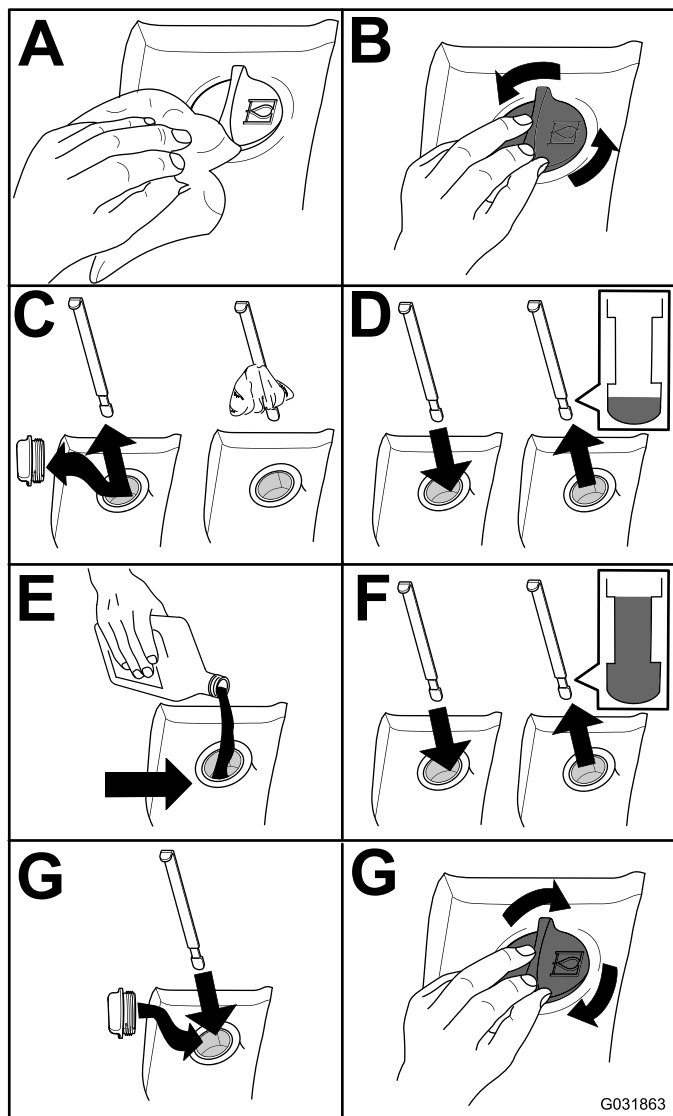

Figura 95
2. Compruebe el nivel de fluido hidráulico (Figura 95).